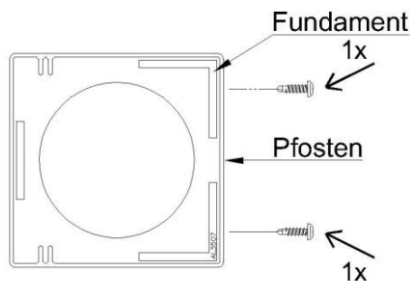

Abb. 20
- 3.16 Verbinden Sie anschließend die Fundamente und den Pfosten mit 2 Torxschrauben pro Pfosten. Siehe Abb.: 20